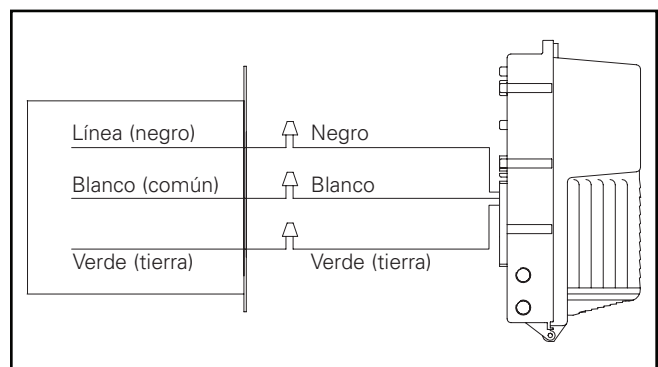

Figura 3
5. Empalme los cabezales del circuito de rama a los cabezales de alimentación de la luminaria, negro con negro (vivo), blanco con blanco (neutro) y verde con verde (tierra). (Figura 3)